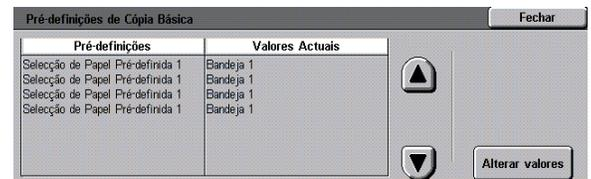

Figura 43: Ecrã Pré-definições de Cópia Básica
- 2 Prima a tecla **Pré-definições de Cópia Básica** para visualizar o ecrã Pré-definições de Cópia Básica, tal como ilustrado na Figura 43.